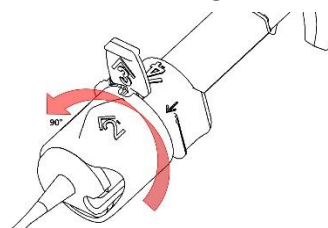

Fig. 2a
4. Ruotare l'anello rotabile trasparente nella direzione indicata dalla freccia numero '2' in senso antiorario di 90 gradi fino a quando non scatta in posizione con un chiaro "clic" (Fig. 2a).